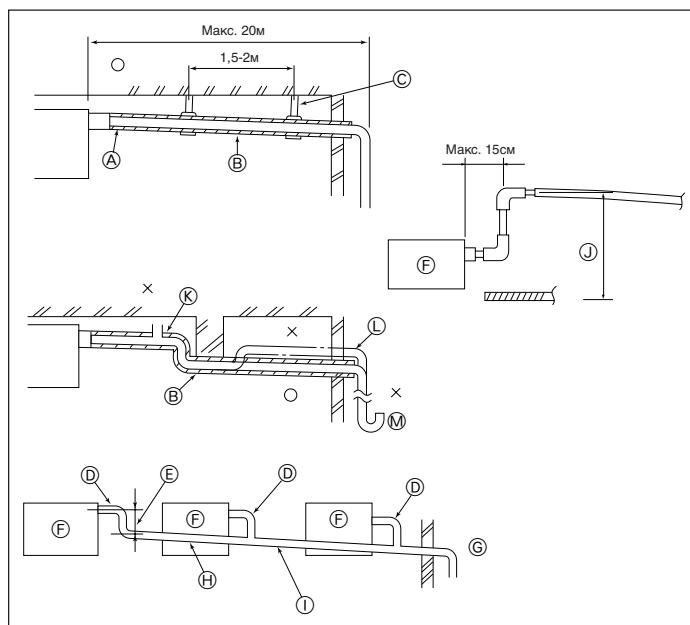

Fig. 3-4
- ① Оберните поставляемую изоляцию большого диаметра вокруг трубы для газа и убедитесь в том, что край изоляции касается боковой стороны прибора.
- ② Оберните поставляемую изоляцию малого диаметра вокруг трубы для жидкости и убедитесь в том, что край изоляции касается боковой стороны прибора.
- ③ Зафиксируйте оба конца каждого изоляционного покрытия с помощью поставленных лент. (Прикрепите ленты на расстоянии 20 мм от краев изоляции.)
3.4. Дренажные трубы (Fig. 3-4)
- ① Правильное соединение труб
- ② Неправильное соединение труб